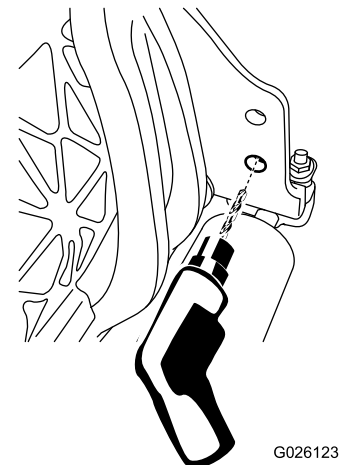

Bild 14
1. Vergrößern Sie das untere Loch auf der rechten Seite des Mähwerks mit einem 9-mm-Bohrer (23/64") (Bild 14).